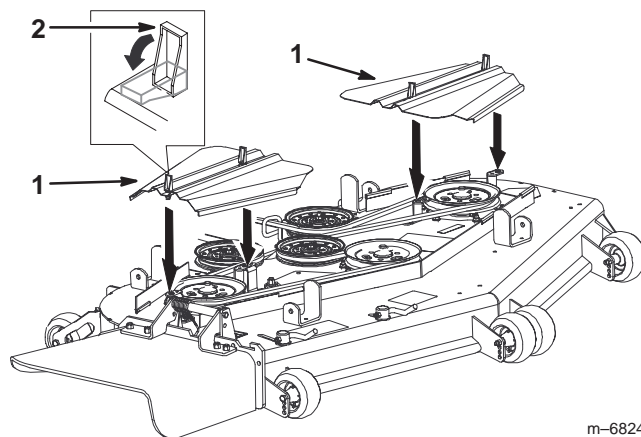

Figure 71
3. Déposez les couvercles de la courroie (Fig. 71).
7. Posez et verrouillez les couvercles de la courroie (Fig. 71).